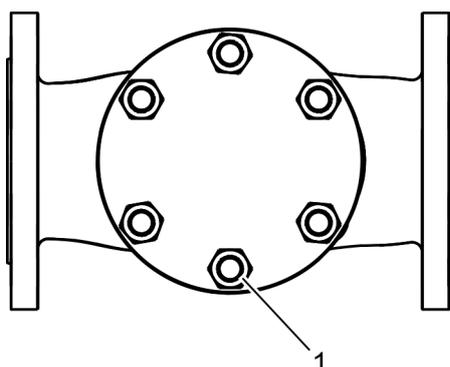

Fig. 7: Soltar las tuercas (el número de tuercas/espárragos roscados puede variar)
1. ➔ Suelte uniformemente las tuercas de la tapa de retención (Fig. 7/1).